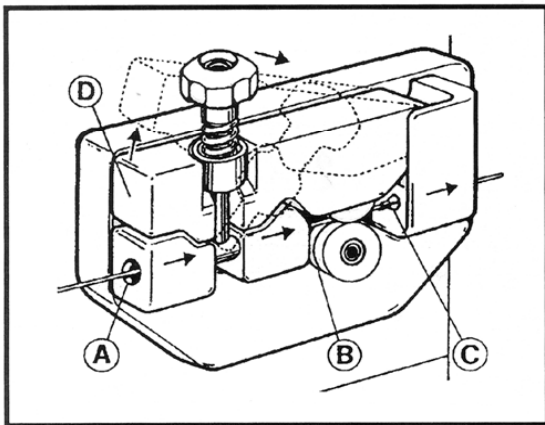
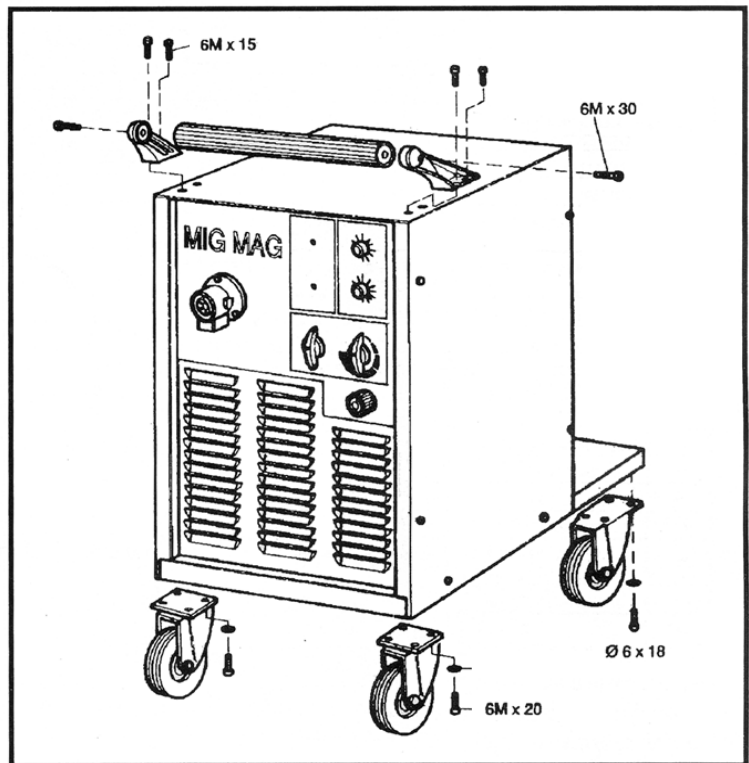

Fig. 2
Fig. 3
- Montare i particolari in corredo alla saldatrice (fig. 3).
- Montare la torcia di saldatura (52).
- Assicursi che il filo di saldatura passi dentro la gola del rullino (B fig. 2) e che siano perfettamente allineati. Prima di collegare il cavo di alimentazione (30) assicurarsi che la tensione di rete corrisponda a quella della saldatrice e che la presa di terra sia efficiente.